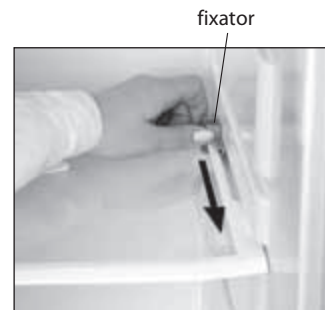

Figura 2
4.2 Scoateți fixatorii (dacă sunt disponibili) de pe raftul de sticlă, în conformitate cu figura 2. Pentru a face aceasta, este necesar: